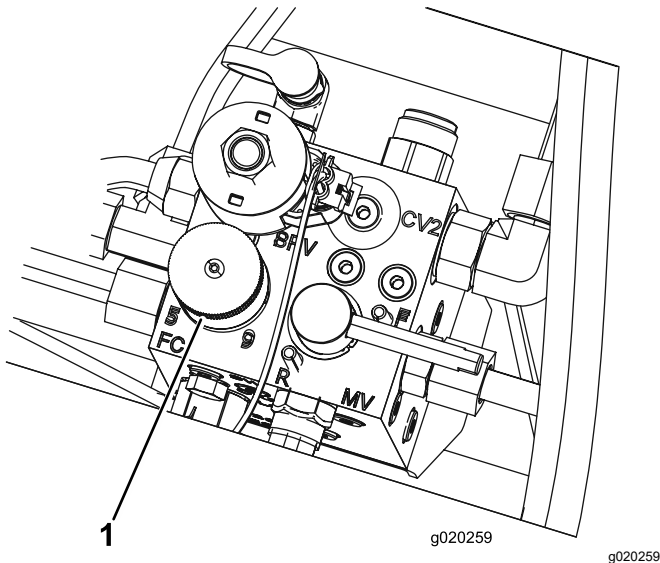

图 34
4. 要设置滚刀的速度请旋转旋钮图 34 直至指示器箭头与表示所需设置的数字对齐为止。